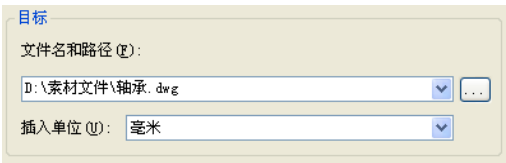

图 4-14 设置参数
- 07 返回【写块】对话框，设置参数和存储位置，如图 4-14 所示。